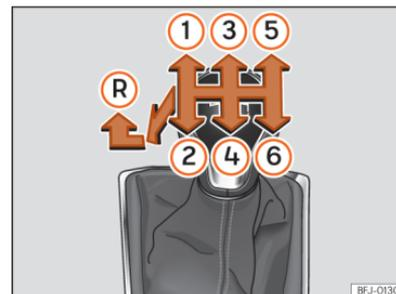

Fig. 122 Esquema de uma caixa de velocidades manual de 6 velocidades.
Na alavanca das velocidades indicam-se as posições das velocidades »» Fig. 122.
- Com a alavanca das mudanças em ponto morto, pressione-a para baixo, mova-a para a esquerda até ao fim e depois para a frente para selecionar a marcha-atrás »» Fig. 122 (R).